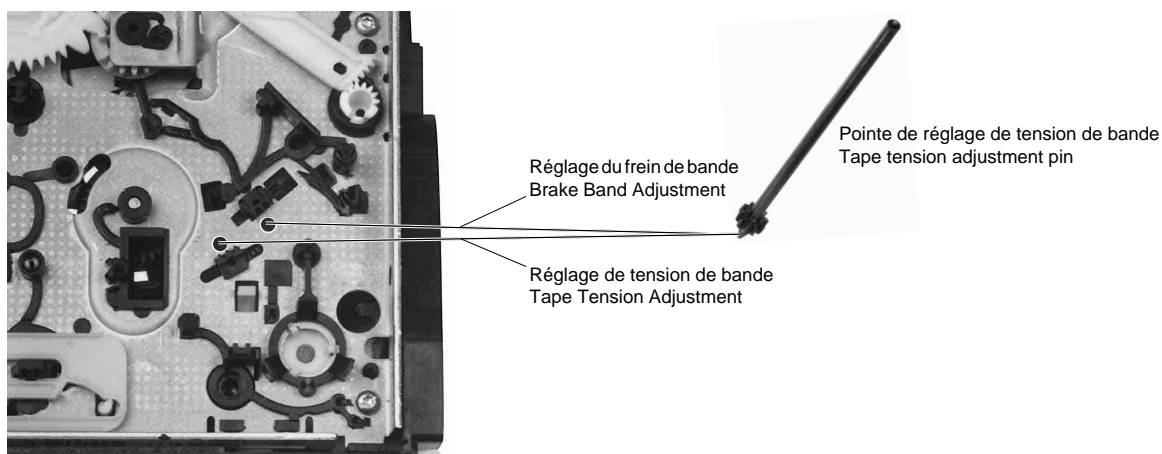
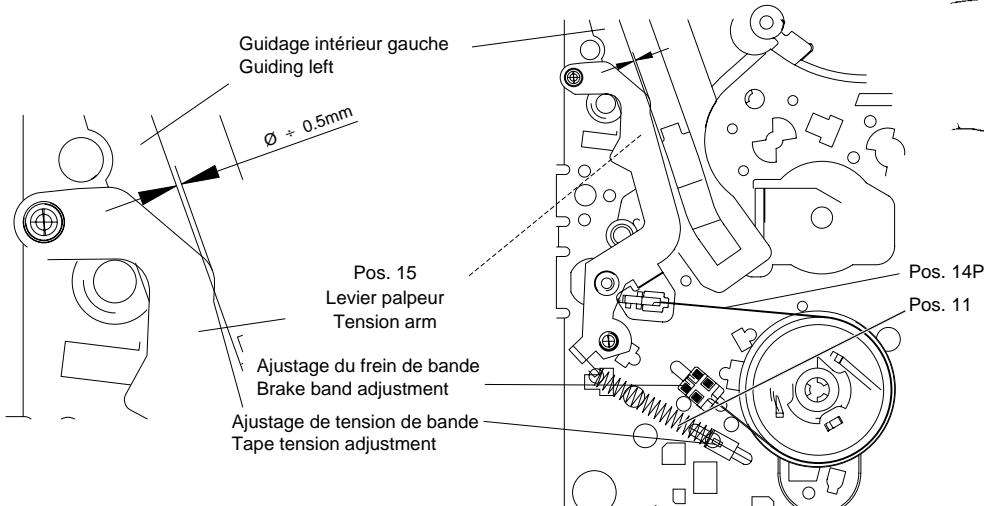

Fig. 26
Fig. 27
- A l'aide de l'outil de réglage (par dessous, Fig. 26), régler le frein (Fig. 27, Pos. 14P) de telle sorte que le bras du palpeur de tension de bande (Pos. 15) se superpose avec l'arrête de guidage intérieure gauche du rail de gauche (Fig. 27).
- A l'aide de l'outil de réglage, régler le ressort (Fig. 27, Pos. 11) sur une traction de bande de $0,24N \pm 0,02N$ ($24g \pm 2g$).